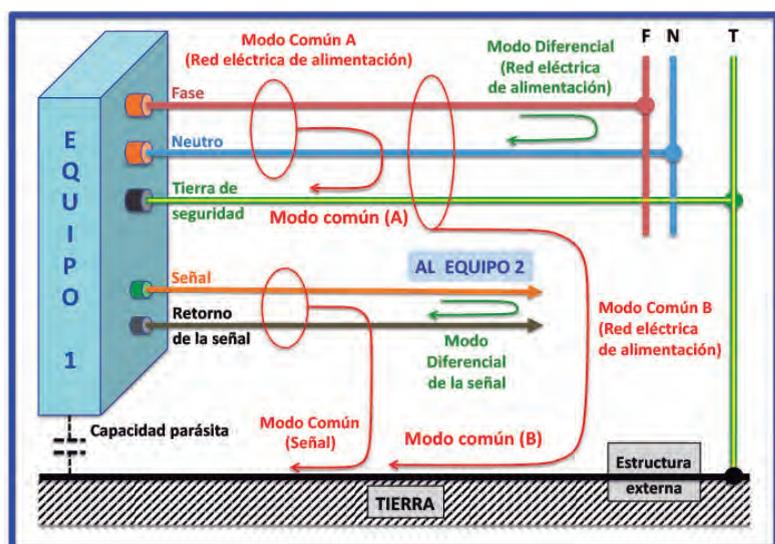

Figura 6: Los conceptos del Modo Común y el Modo Diferencial. Señal: señal de datos, sensores o comunicaciones entre equipos
La figura 6 ilustra como ejemplo los diferentes circuitos en los dos modos en un aparato o equipo genérico, con su conexión a la red eléctrica de alimentación general y una línea de señal que comunica con otro equipo. Las flechas en la figura son corrientes de emisión; su dirección podría ser fácilmente invertida para entender como podrían funcionar los mismos caminos de corriente a nivel de susceptibilidad electromagnética (EMS) a los campos externos. Es simple entender el acoplamiento en modo diferencial de la conexión del equipo a la red eléctrica. La interferencia (EMI) aparece entre la fase (F) y el neutro (N)
Siguiendo en la figura 6, los cables de la red eléctrica de alimentación (fase F y neutro N) y los conductores de la línea de señal, también llevan perturbaciones conducidas en modo común. En este caso, las EMIs no aparecen entre los conductores (F y N o la señal y su retorno) sino que las EMIs aparecen en cada conductor referenciadas a un tercer punto. Las corrientes de las EMIs en modo común circulan en un bucle que incluye este tercer punto. En el caso de la red eléctrica, existen dos posibilidades para el tercer punto: puede ser el cable de tierra de seguridad (modo común (A)) o puede ser la estructura externa (modo común (B)). Aunque la tierra de seguridad está por lo general conectada a la estructura externa en algún punto, hay diferencias entre estos dos modos. La diferencia más notable es que en el primer caso (A), las corrientes se mantienen dentro
Los mismos circuitos conceptuales de la figura 6 se pueden utilizar para visualizar el acoplamiento de emisiones radiadas. Debido a que la eficiencia de una estructura de acoplamiento tiene puntos máximos cuando la longitud del cable o de la pista o de la estructura está cerca de un $1/4$ o $1/2$ de la longitud de onda λ de las señales que circulan, en las frecuencias más bajas, el principal mecanismo para el acoplamiento de emisiones radiadas es a través de los cables, que son generalmente más largos que otros elementos del equipo. Por ejemplo, a 10 MHz, $\lambda/2 = 15$ m las EMIs son típicas en los cables largos, a 100 MHz, $\lambda/2 = 1,5$ m son típicas en cables cortos y armarios de tipo medio y a 1 GHz, $\lambda/2 = 0,15$ m son típicas en circuitos impresos y cajas pequeñas. A partir de estos datos, está claro que en los recintos de equipos el mecanismo radiante tiende a dominar por encima de los 100-200MHz y la radiación de los